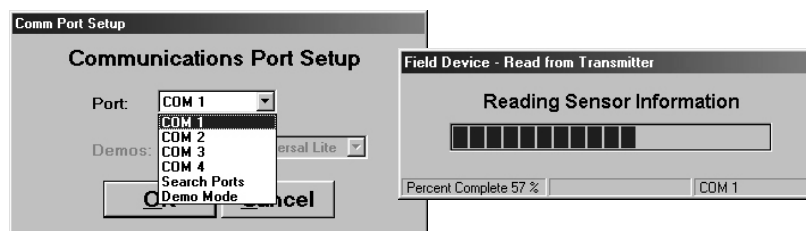

Figura 3-2
- E. Selecione a porta de comunicação [Com 1, Com 2, etc.] e clique em "OK". **Veja a Figura 3-2.**